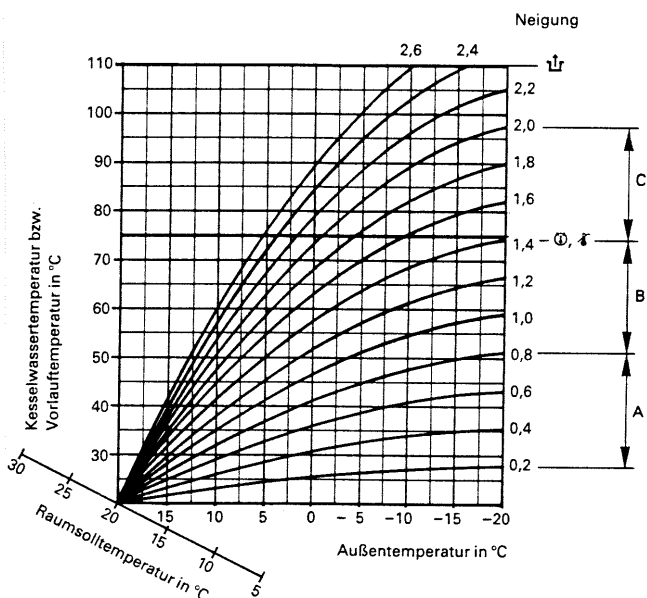

Abb. 42
Mit dem Drehknopf „N“ können Sie die Neigung der Heizkennlinie (0,2 bis 2,6) einstellen (siehe Abb. 42). Mit dem Drehknopf „0“ können Sie das Niveau der eingestellten Heizkennlinie (-12 bis +33) bestimmen; d. h., Sie nehmen durch Parallelverschiebung der Heizkennlinie eine Anpassung an die baulichen Gegebenheiten vor.
- für z. B. Fußbodenheizungen A (siehe Diagramm Abb. 42)
- Niedertemperaturheizungen nach Heizungsanlagen-Verordnung B (siehe Diagramm Abb. 42)
- Heizungsanlagen mit Temperaturen über 75°C C (siehe Diagramm Abb. 42)